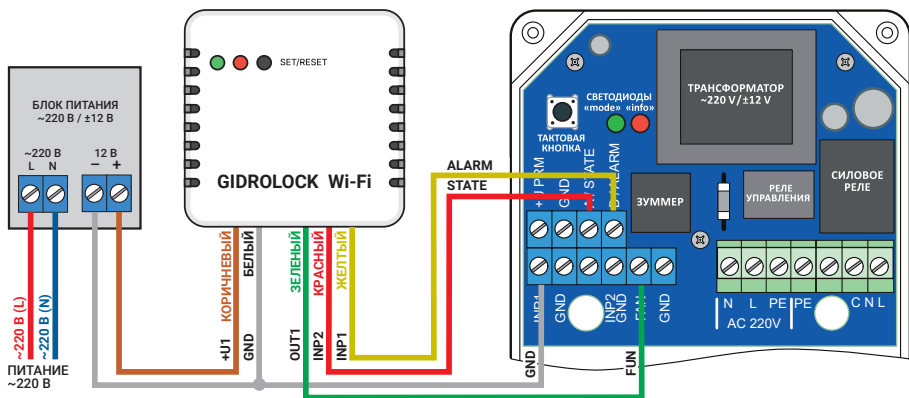

Рис. 5. Схема подключения Модуля GIDROLOCK Wi-Fi с внешним блоком питания (пример подключения).
5.6 К блоку управления можно подключить **GSM-модем GIDROLOCK**. Схема подключения приведена на рис.5. Для питания GSM-модема GIDROLOCK потребуется внешний отдельный блок питания 220В/8...15В (1,0А).